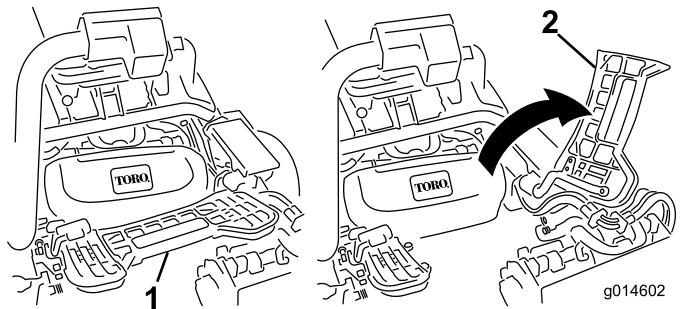

Bild 35
- Heben Sie die Fußplattform an und schwenken sie in die geöffnete Stellung, um die Stellung der mittleren Schneideinheit zugänglich zu machen (Bild 35).